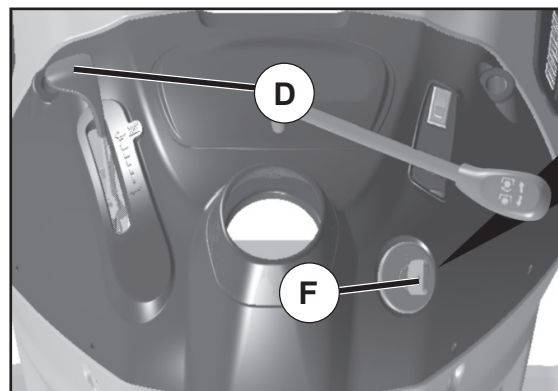

Fig. 8
PARA USAR EL CONTROL DE LA ACELERACIÓN (D) (Vea Fig. 8)
MOVERSE HACIA ADELANTE Y HACIA ATRÁS (Vea Fig. 8)